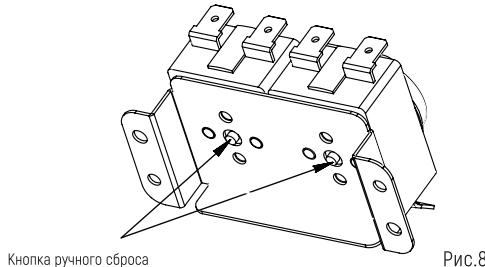

Рис.8
- Термоограничитель отключит водонагреватель в случае перегрева или повреждения термостата. Пользователь должен выполнить сброс. Кнопка ручного сброса показана на рисунке ниже [см. Рис.8].